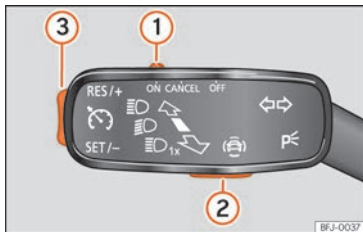

Fig. 157 Sur le levier des clignotants : des touches permettent d'actionner le limiteur de vitesse.
Pour basculer entre les systèmes d'assistance à la conduite, appuyez sur la touche  » fig. 157 , puis sélectionnez à l'aide de la molette de droite du volant multifonction dans le menu du combiné d'instruments et appuyez sur la molette pour confirmer.
- Déplacez la commande »» fig. 157 ① sur la position **ON** et appuyez sur la touche ②.
- En cours de route, appuyez sur la touche »» fig. 157 ③ dans la zone **SET/-**.
Il est possible de régler la vitesse avec la touche »» fig. 157 ③ :
- Déplacez la commande »» fig. 157 ① sur la position **OFF**.
Si vous souhaitez désactiver temporairement le limiteur de vitesse, par exemple pour dépasser, déplacez la commande »» fig. 157 ① sur la position **CANCEL** ou appuyez sur la touche ②.
Une fois le dépassement effectué, le limiteur de vitesse peut être activé avec la vitesse réglée précédemment en appuyant sur la touche »» fig. 157 ③ dans la zone **RES/+**.